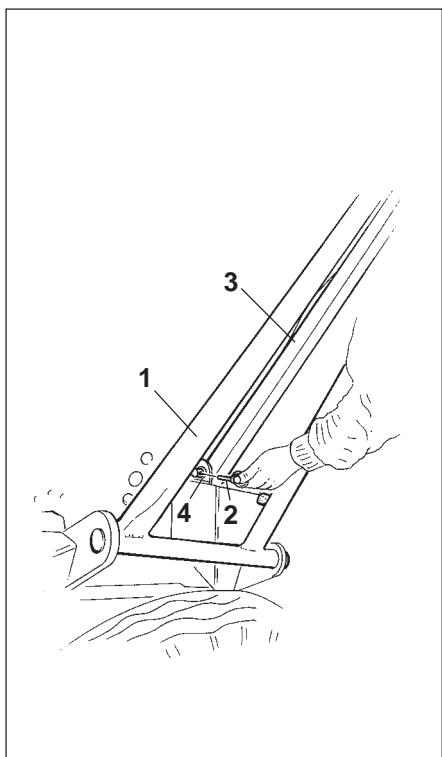

Рис. 19.7
- Крепко захватите тяговое дышло (Рис. 19.7/1) и выньте откидной шплинт (Рис. 19.7/2).
- Выньте распорку (Рис. 19.7/3) и скрепления (Рис. 19.7/4) и откиньте тяговое дышло вниз.
**Никогда не беритесь руками между тяговым дышлом (Рис. 19.7/1) и распоркой (Рис. 19.7/3)!**
- Закрепите и зафиксируйте тяговое дышло, как показано на рис. 19.7.